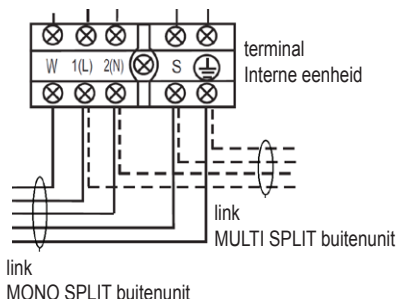

Fig. 17 -
3. Breng de aansluitingen tot stand, zie de schakelschema's die van toepassing zijn op de unit "Fig. 17 -".